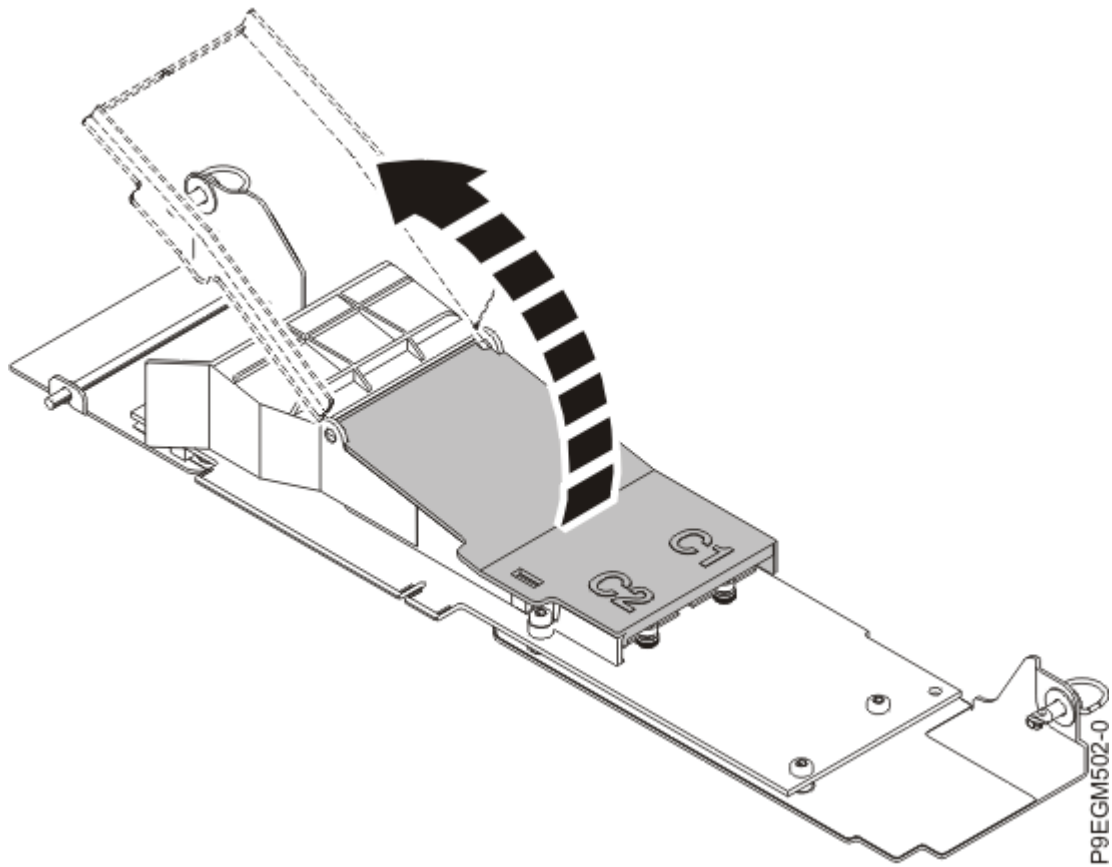

Abbildung 15. Abdeckung der NVMe M.2-Trägerkarte abnehmen
- a) Nehmen Sie die schwarze Abdeckung der NVMe M.2-Trägerkarte ab, indem Sie sie in der Nähe der Haltezungen nach oben ziehen (siehe Abbildung 15 auf Seite 21).